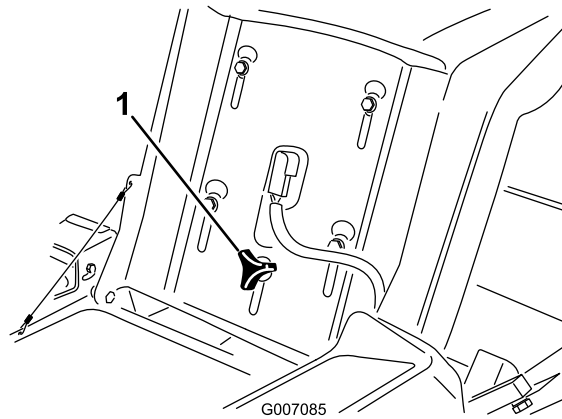

Figure 21
1. Soulevez le siège et desserrez le bouton de réglage jusqu'à ce que vous puissiez déplacer le siège (Figure 21).